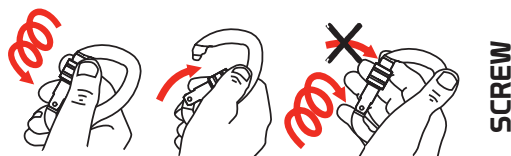

Fig.12
- la leva (E) esté limpia y quede libre de girar en la posición de bloqueo de la cuerda,
- los conectores funcionen correctamente (fig. 12 - 13), de forma especial, se habrá de verificar que: